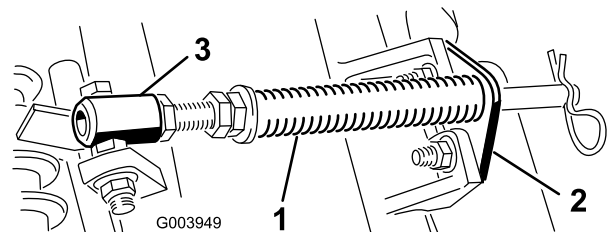

Bild 10
- A. Nehmen Sie die zwei Schlossschrauben und Muttern ab, mit denen die Stangenhalterung an den Nasen der Schneideinheit befestigt ist (**Bild 10**).
- B. Nehmen Sie die Bundmutter ab, mit denen die Schraube des Federrohrs an der Nase des Trägersrahmens befestigt ist (**Bild 10**)